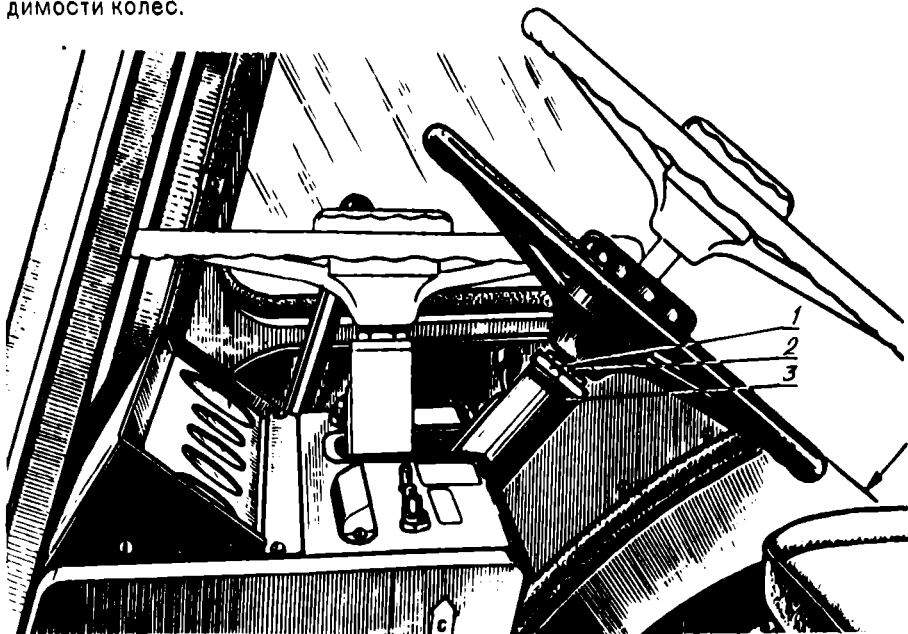

Рис. 62. Рулевая колонка:
- а) завинтите круглую гайку 1 (рис. 62) до соприкосновения со втулкой 3 так, чтобы были выбраны зазоры в соединениях;